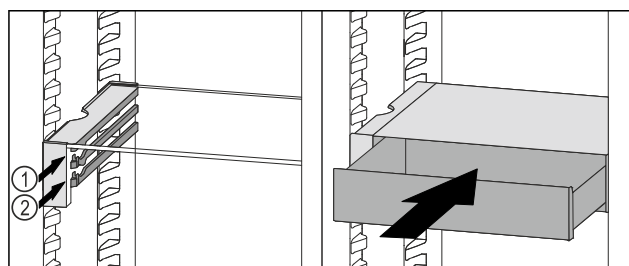

Fig. 217
- Așezați sertarul VarioSafe în spatele opritoarelor pe nervura dorită Fig. 217 (1) sau Fig. 217 (2).